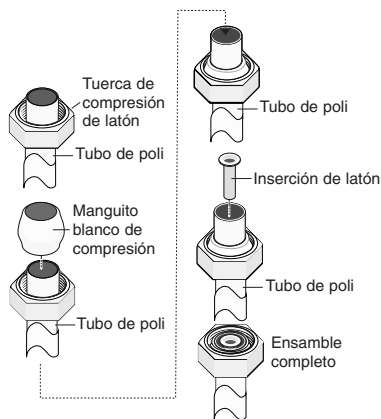

Figura 4
6. Tome una de las secciones de tubería de plástico y deslice una tuerca de compresión de latón por el extremo. Deslice una camisa de compresión de plástico blanco por el extremo de la tubería y dentro de la tuerca. Coloque la inserción de latón dentro del extremo de la tubería. Consulte la Figura 4.